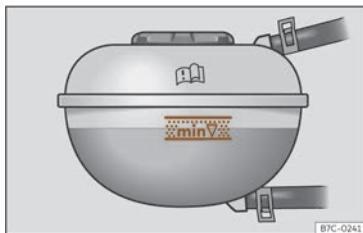

Fig. 193 A l'obertura davantera: marca al dipòsit d'expansió del líquid refrigerant.
- Amb el motor fred, comproveu el nivell del líquid refrigerant en les marques laterals del dipòsit d'expansió >>> **fig. 193**. El nivell del líquid refrigerant s'ha de trobar entre les marques.
>>> **fig. 193. No sobrepassu mai la vora superior de la zona marcada** >>> ⚠.
• En afegir líquid refrigerant, no sobrepassu la vora superior de la zona marcada >>> **fig. 193.** En cas contrari, quan pugi la